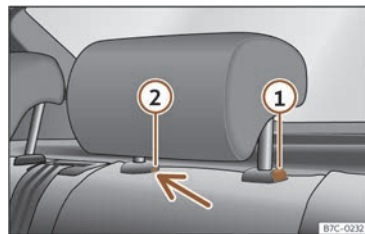

Fig. 97 Tetiera spate: demontarea.
- Apăsăți butonul >>> fig. 97 ①, în timp ce apăsați simultan pe orificiul de siguranță ② cu o șurubelniță cu cap plat de lățime maximă de 5 mm și scoateți tetiera.